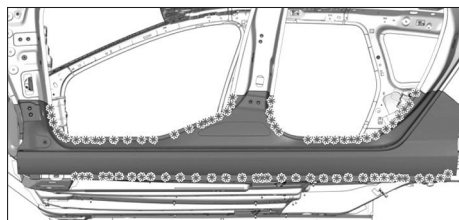
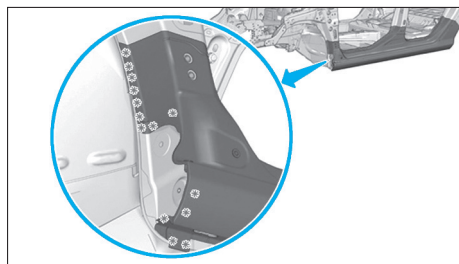

FIG. 105
FIG. 106
- Fraiser les points de soudure (Fig.105) et (Fig.106).